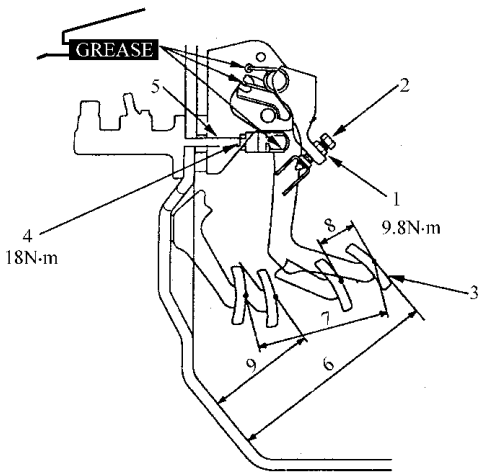

图 4-2 离合器踏板高度调整
1) 如图 4-2 所示，松开锁紧螺母，然后拧松离合器踏板调整螺栓，直到螺栓不与离合器踏板接触为止。